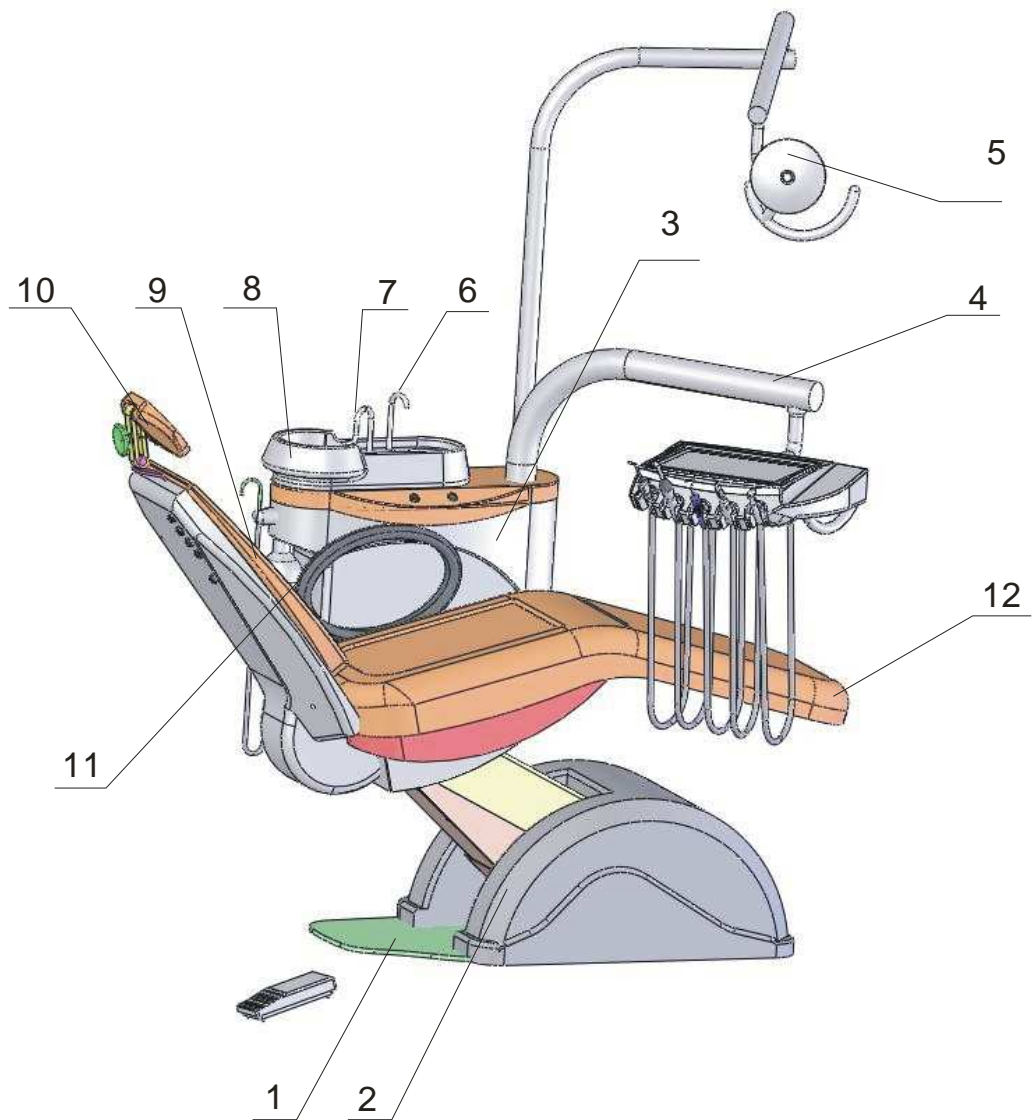

Рис. 1
СУ основана на конструкции стоматологического кресла (в дальнейшем только кресло) как его дополнительное оборудование. Столик СУ установлен на балке пантографа. Лампа, как и плечо столика, навешиваются совместно с СУ. СУ представляет собой единый, жесткий функциональный блок (см. рис.1) совместно с креслом. На корпусе кресла (1) установлено подъемное устройство вместе с приводами. Сверху на этот механизм монтируется верхний корпус (3), на который крепится сиденье (12). Спинка сиденья (9) совместно с регулируемым по высоте подголовником (10) прикреплены и связаны при помощи кулисного механизма к верхнему корпусу. С левой стороны верхнего корпуса жестко закреплен левый подлокотник (11). В правой перегородке переднего кожуха (2) установлен выключатель, через который при помощи гибкого кабеля осуществляется электропитание всей СУ. С левой стороны к верхнему корпусу (3) прикреплена несущая балка СУ. К балке при помощи болтов прикреплена распределительная панель.